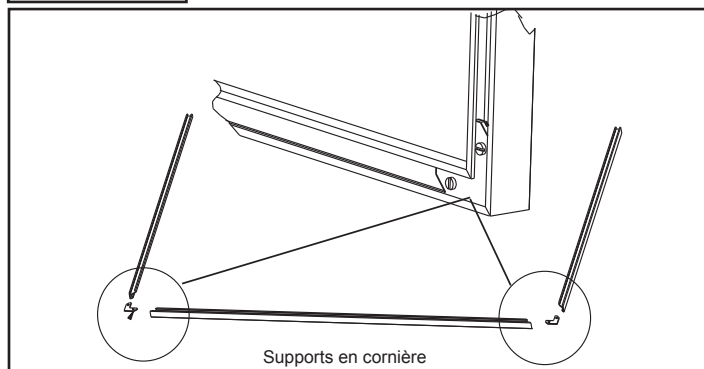

Figure 21.3
4. Visez les supports en cornière en utilisant un tournevis à tête plate. **Figure 21.3.**